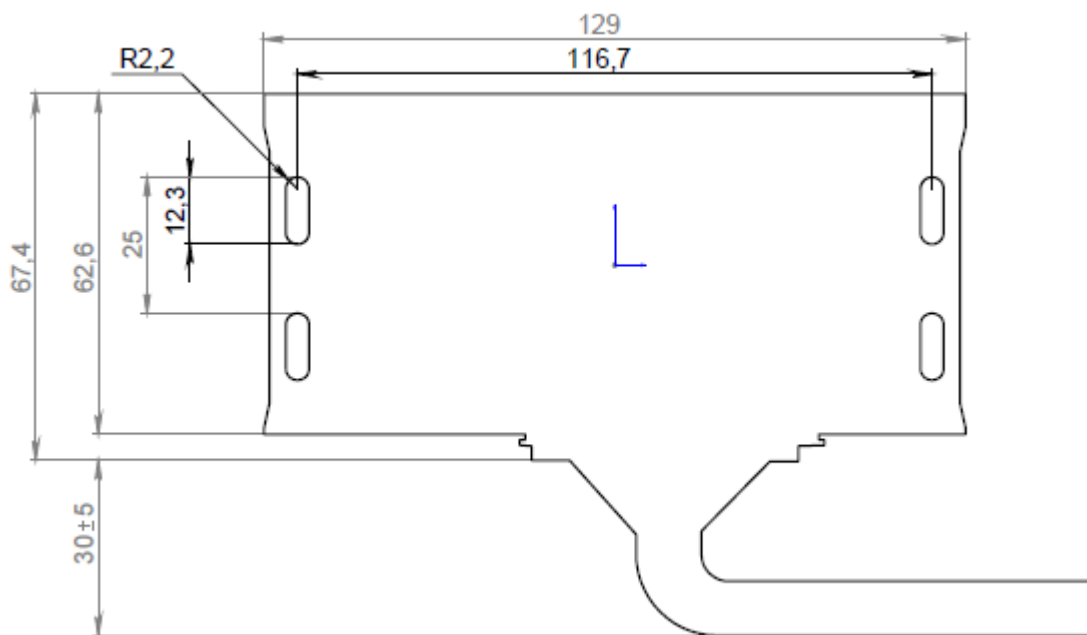

Рисунок 4.4 Установочные размеры терминала FORT-114
1. Место установки терминала должно быть выбрано, исходя из его габаритных (129x70x32 мм) и установочных (см. рисунок 4.4) размеров, а также с учетом обеспечения требуемого пространства для удобного подключения разъемов.